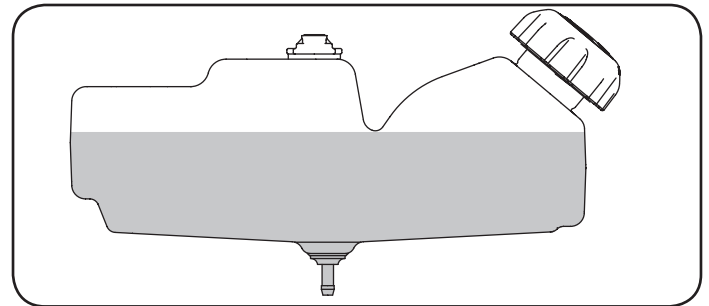

Figura 16
3. Cargue el depósito hasta que el combustible llegue a 1/2 pulgada por debajo de la base del cuello de llenado para dejar espacio para la expansión del combustible. Tenga cuidado de no llenar en exceso. Vea la Figura 16.